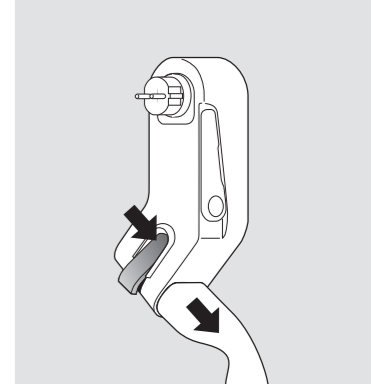

Bild 3: Upplåsning av typ 2-uttag
2. Koppla bort Mobility Dock (A) från eluttaget
3. Lås upp (D) väggstödet (E) och för den till utgångsläget
4. Lossa vid behov laddningskontakten med den orange spaken (B) och koppla ur den (se bild 3)